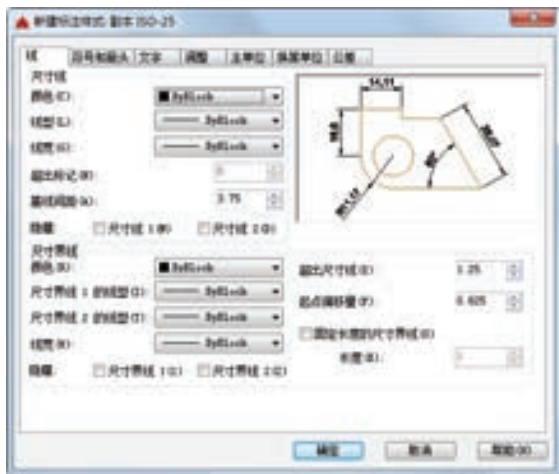

图 6-5 “新建标注样式”对话框
(3) “修改”按钮 修改一个已存在的尺寸标注样式。单击此按钮，系统弹出“新建标注样式：副本 ISO-25”对话框，如图 6-5 所示。该对话框中的各选项与“修改标注样式”对话框中完全相同，可以对已有标注样式进行修改。